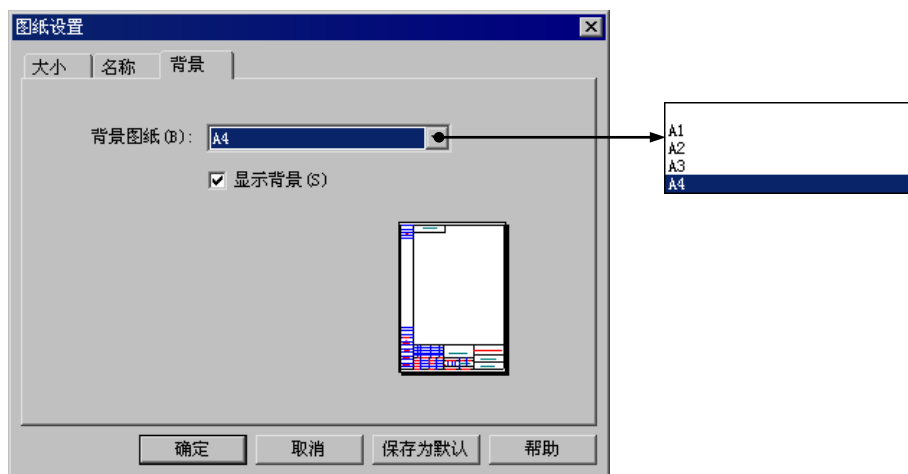

图 3.1.11 “图纸设置”对话框（三）
Step5. 设置图纸背景。在“图纸设置”对话框中单击 **背景** 选项卡，在 **背景图纸(B):** 下拉列表中选择 **A4** 选项，其余保持默认参数（图 3.1.11 所示）。